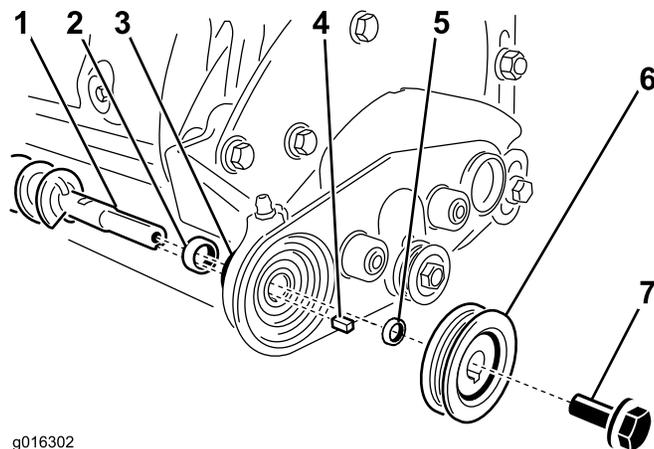

Рисунок 6
- B. Наденьте запорное кольцо на буртик вала щетки. Вставьте вал щетки через подшипник в правую опору щетки; см. Рисунок 6.
- C. Вставьте квадратную шпонку в вал и проставку. (Рисунок 6).
- D. Наденьте ведомый шкив на вал и закрепите его болтом с контрлящей смазкой (Рисунок 6); затяните с моментом от 15 до 16 Н·м.